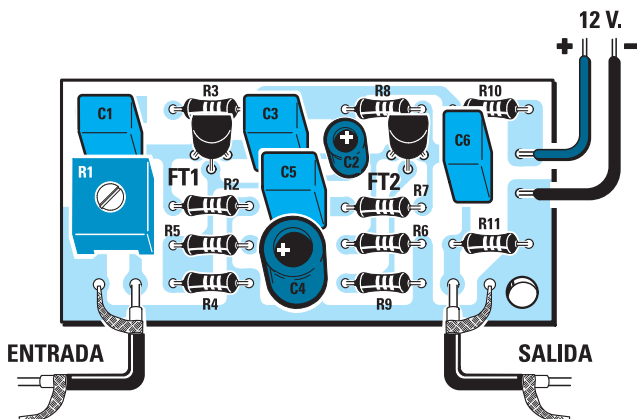

Fig.4 Esquema práctico de montaje del preamplificador LX.1599.
**LX.1599:** Todos los componentes mostrados en la fotografía y en el esquema práctico de la Fig.4, **incluido** el circuito impreso y cable apantallado para conectar las señales de entrada y salida .....10,30 €